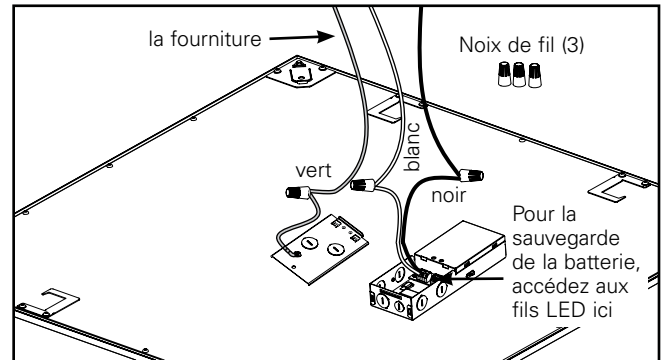

Figure 5.
7. Utilisez une entrée défonçable pour acheminer le câble d'alimentation. Utilisez les trois capuchons de connexion fournis pour raccorder le fil de mise à la terre au câble d'alimentation vert, le câble noir (Li11ne) au câble d'alimentation noir et le câble blanc (neutre) au câble d'alimentation blanc (Fig. 5).